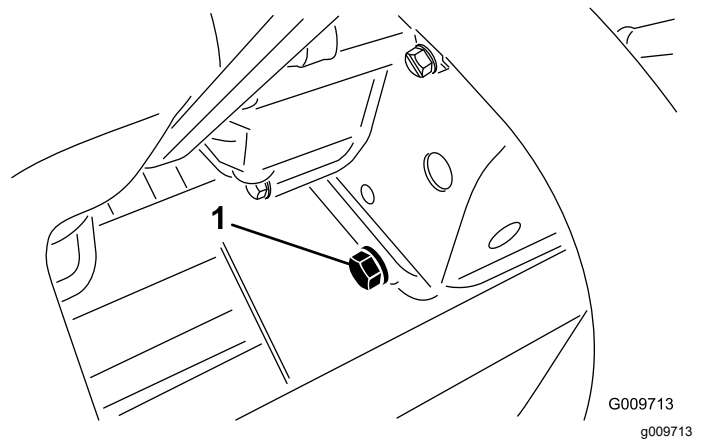

Figure 89
2. Retirez le bouchon de vidange (Figure 89) et laissez couler l'huile dans un bac de vidange.